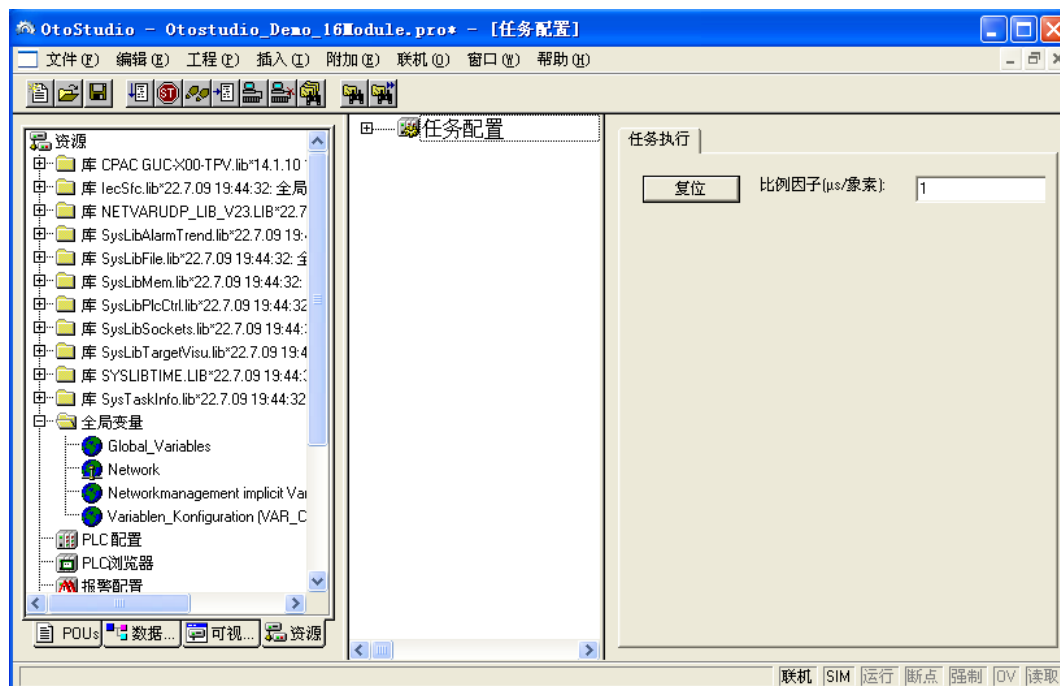

图 3-13
1) 库文件导入之后，在相同的选项卡中，双击“任务配置”，如图3-13，右键单击选择“添加任务”。